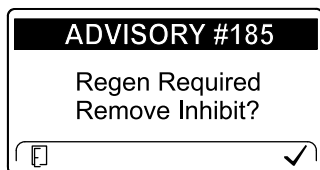

図 75
**注** リセット再生が必要な状態になったのに、リセット再生を「しない」に設定した状態になっている場合、15 分ごとにインフォセンター上にADVISORY #185 が表示されます 図 75。